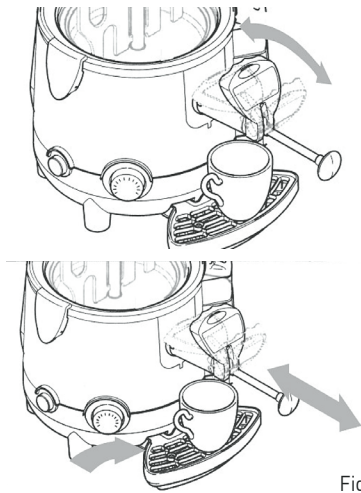

Fig. 1
- Dacă ciocolata caldă curge prea încet, se recomandă tragerea tije în poziția maximă; orice blocaje ale conductei de distribuție pot fi eliminate împingând tija înainte și înapoi în timp ce mașina este susținută după cum se arată în Fig.1